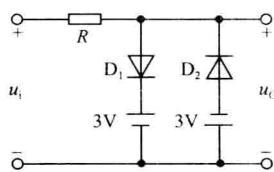

图 1.9
- 1.3** 电路如图 1.9 所示, 已知  $u_i = 5 \sin \omega t (\text{V})$ , 二极管导通电压  $U_D = 0.7 \text{ V}$ 。试画出  $u_i$  与  $u_o$  的波形, 并标出幅值。